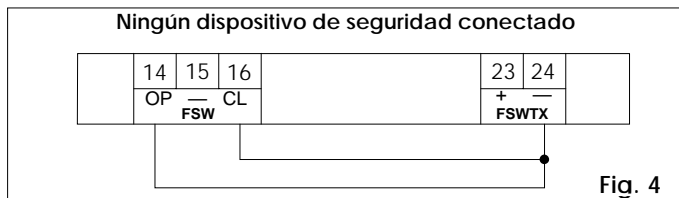

Fig. 4
**apertura, puentear las entradas OP y - FSW TX (fig. 4).**
**N.B.** Si no se conecta ningún dispositivo de seguridad de **cierre, puentear las entradas OP y - FSW TX (fig. 4).**